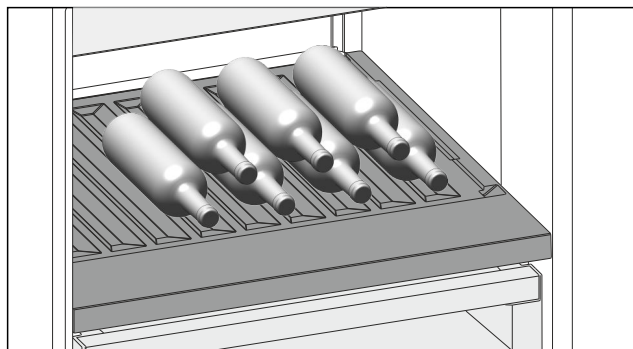

Fig. 124
- Flaschen mit dem Boden nach hinten zur Rückwand einlegen. (siehe Fig. 124)